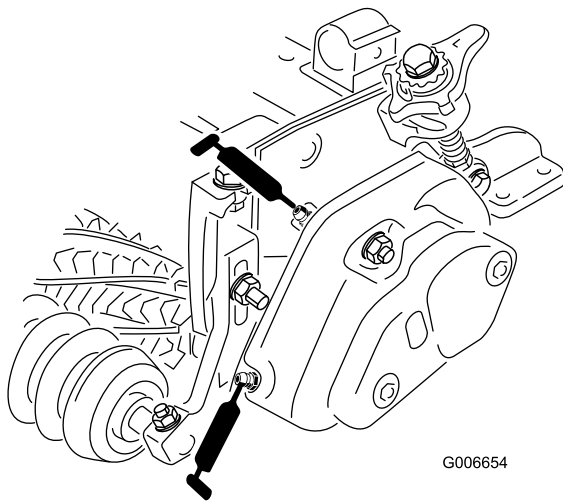

図 14
25. 各ベアリングハウジングにグリスを詰める [図 14]。内側シールとシールガードの間から余分なグリスが出てくる。
26. 各ベアリングにグリスを注入する注入は 23 回を限度とすること [図 14]。グリスが多すぎると大きな問題が出るので、グリスを入れす